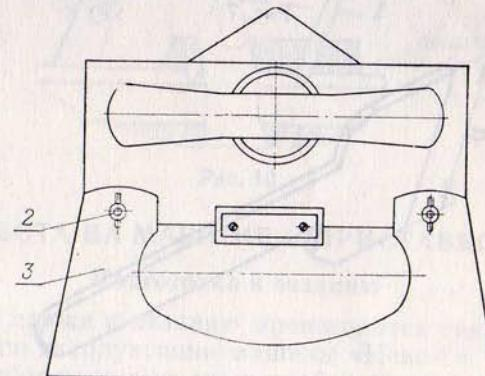
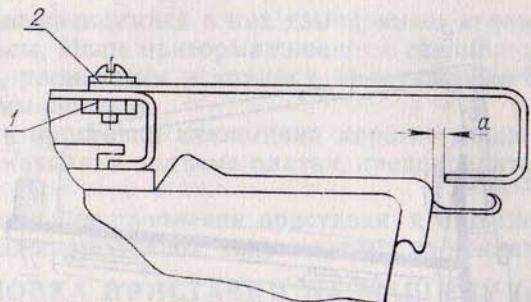

Рис. 5. Установка предохранительной планки на картеку машины
Рис. 6. Крепление предохранительной планки к машине и регулировка
1. Произвести на картеке машины регулировку предохранительной планки (поз 3 рис. 5), для чего, ослабив винты 2 (рис. 5), выдвинуть планку так, чтобы размер «а» был равен $4 \div 5$ мм (рис. 6).